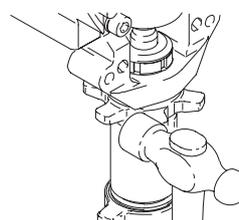

Fig. 18
6. Fig. 18. Afloje la contratuerca golpeándola firmemente con un martillo de 560 g (máximo). Desenrosque la bomba.